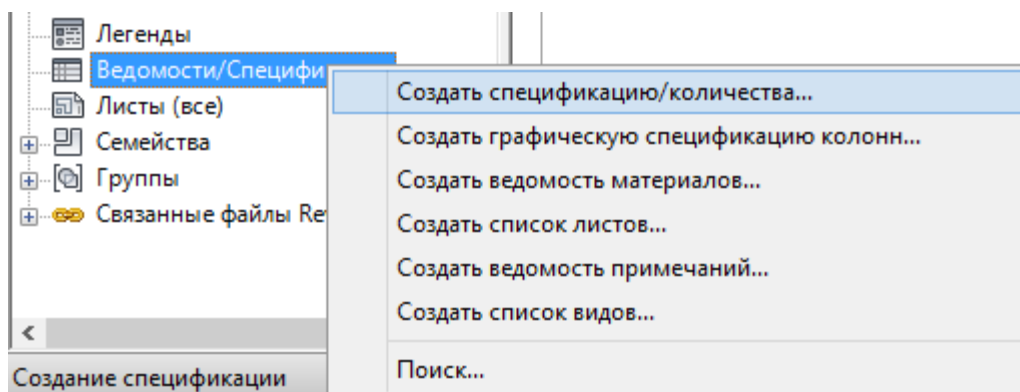

Рисунок 5.23. Окно создания спецификации
2. В появившемся окне (рис. 5.23) выбрать строку «Создать спецификацию/количества...».